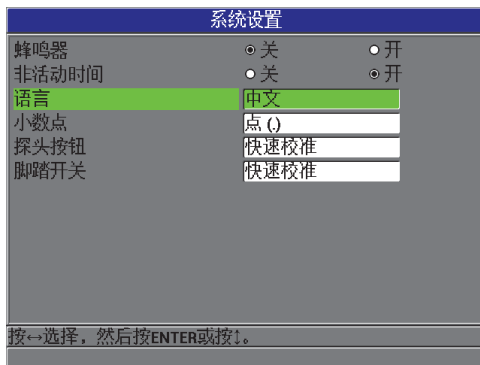

图 6-2 系统设置屏幕
1. 在仪器显示测量屏幕时，按 **[设置菜单]** 键，然后选择**系统**，以显示**系统设置**屏幕（参见第 106 页的图 6-2）。